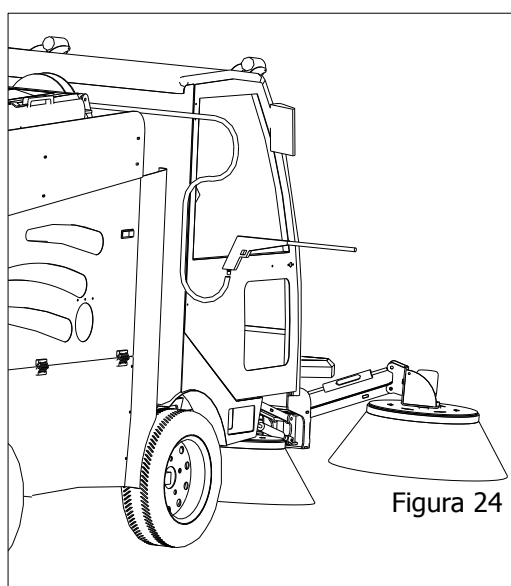

Figura 24
- Scendere dalla cabina tirare il tubo dell'idropulitrice ed eseguire le operazioni di pulizia.[Vedi Figura 24]